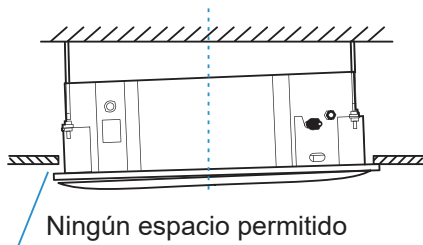

Figura 3.18
- No se permite ningún espacio entre el techo y el panel. Véase Figura 3.18.